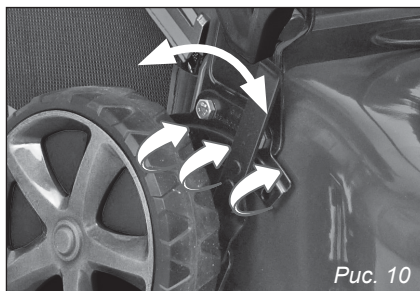

Рис. 10
Переместите рычаг на необходимое значение и зафиксируйте в пазу (рис. 10).
*Не прилагайте больших усилий передвигая газонокосилку, если движение затруднено проверьте правильность регулировки высоты среза (см. п. 9, рис. 10).*